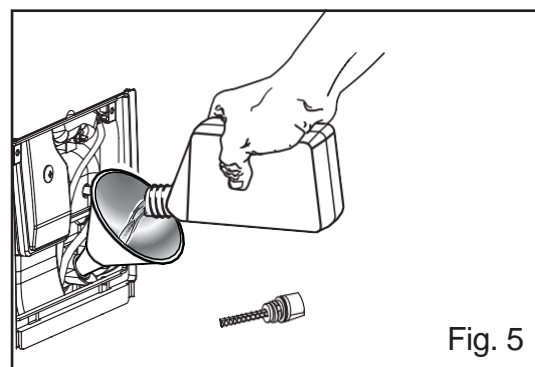

Fig. 5
3. Bruk en oljetrakt eller passende dispenser, tilsett olje sakte i oljefyllingen (fig. 5), og vær forsiktig så du ikke overfyller enheten. Fyll veivhuset til den øvre fyllelinjen slik at du visuelt kan se oljen som kommer halvveis opp i oljepåfyllingstrådene (fig. 6).